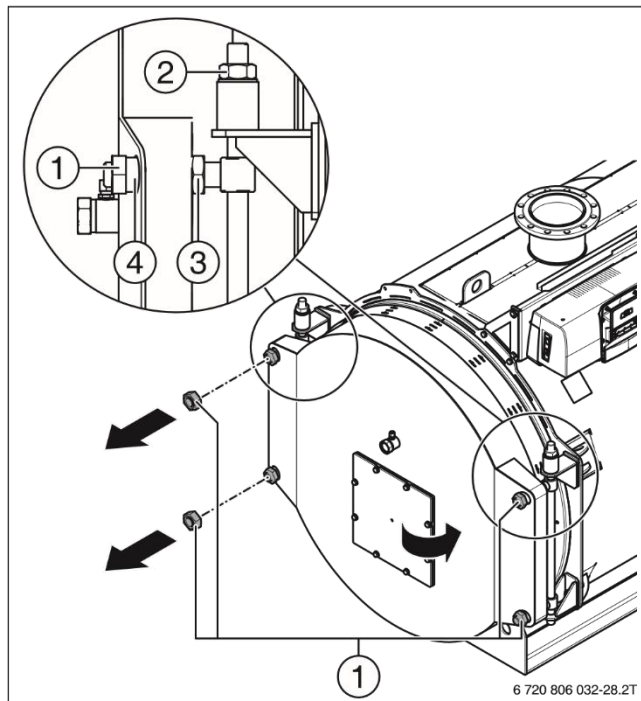

Рисунок 16 Открытие двери котла
- Левая сторона: опустите шарниры, отвернув гайку [2] на 2 - 3 оборота. Дверь больше не может лежать на осях шарнира двери [4] (→Рисунок 16). Правая сторона: поверните стопорную гайку [3] на 2 - 3 оборота в направлении двери котла. Таким образом дверь сдвигается от котла. Между дверью и котлом должен быть зазор не менее 5 мм, чтобы не повредились уплотнения.
- Заверните гайки (Рисунок 16, [1]) на осях шарниров [4], и притяните дверь до уплотнительных поверхностей.